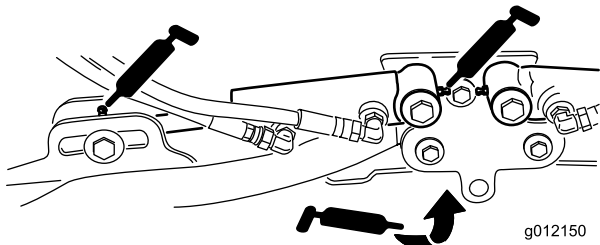

Figure 47
- Vérins des bras de relevage des plateaux de coupe (x 2) (Figure 47)
- Pivots des bras de relevage (x 1) (Figure 47)